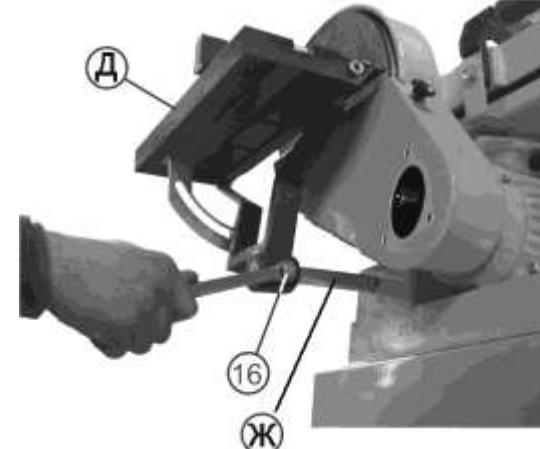

Рис.5
8.3. Установка рабочего стола (Рис.5,6)
- 9.1.2. Ослабьте фиксирующий болт (16), Рис.5, и установите рабочий стол (3) с минимальным зазором относительно шлифовального диска (5). Затяните фиксирующий болт (16), Рис.5.